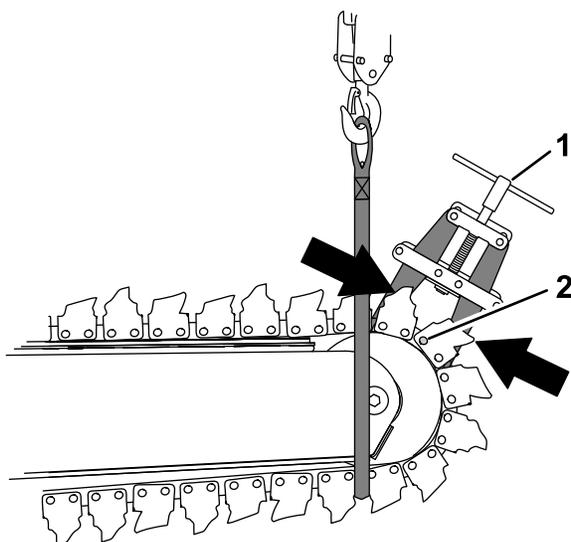
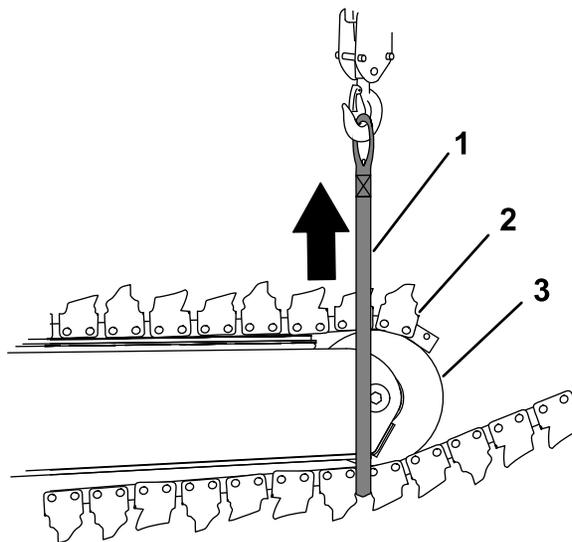

Рисунок 14
Рисунок 19
1. Начиная отсчет от главного штифта, оберните подъемную стропу длиной 3,65 м и грузоподъемностью 181,4 кг вокруг цепи в месте расположения землеройного зуба на пятом или шестом звене ниже и впереди стрелы (Рисунок 14).
3. Закрепите концы цепи зажимом для цепи в месте расположения валиков звеньев с каждой стороны внутренней и наружной пластин в месте расположения главного штифта (Рисунок 14).
- Отключите вспомогательную гидравлику, когда конец цепи будет расположен сверху на натяжном колесе (Рисунок 19).
- На конце цепи, которая лежит на земле, оберните подъемную стропу вокруг цепи в месте расположения землеройного зуба на пятом или шестом звене цепи (Рисунок 19).
2. Поднимите цепь и расположите ее вокруг натяжного колеса (Рисунок 19 и Рисунок 14).